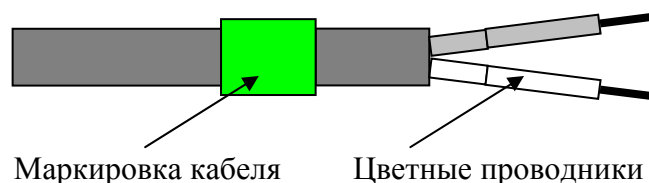

Рис. 8.4. Местоположение маркировки кабелей и проводников.
8.4.1. Для удобства подключения проводники кабеля питания и управления, кабеля интерфейса RS-485, кабеля входных шлейфов, кабеля сетевого и кабеля вторичного питания промаркированы цветной термоусаживаемой трубкой. Таким же образом промаркированы и сами кабели (пример маркировки кабеля приведён на рис.8.4).